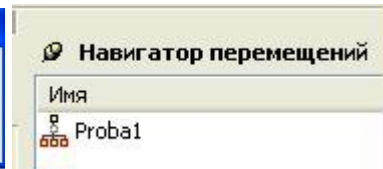

рис.18
•Впервые появляется новый навигатор – *Навигатор перемещений*. В навигаторе перемещений пока присутствует только одна строка (рис.18). В этой строке присутствует *имя статической сборки*, которую вы предварительно создали.